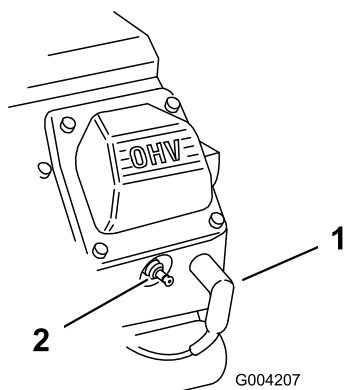

Figura 47
2. Staccate il cappellotto dalle candele (Figura 47).
3. Collegate i cappellotti alle candele (Figura 47).